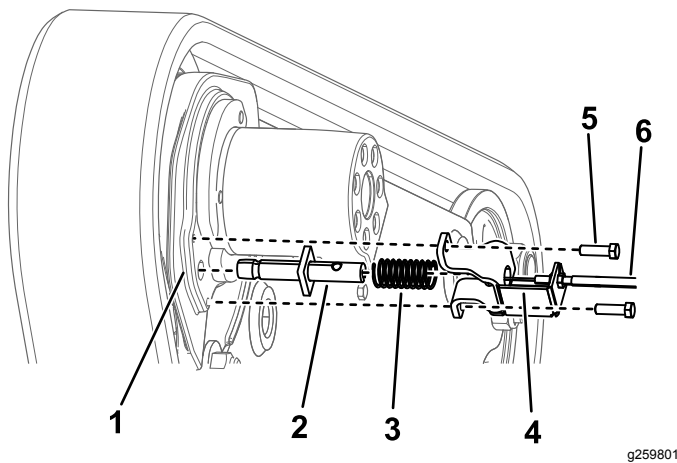

Bild 8
- A. Entfernen Sie die beiden Schrauben, mit denen die Bremsenbefestigung am Kettenmotorgehäuse befestigt ist (Bild 8) und bewahren Sie diese auf.
- B. Lösen Sie die Muttern, mit denen der Bremszug an der Bremsenbefestigung befestigt ist (Bild 8). Entfernen Sie die Bremszüge.
- C. Entfernen Sie die Druckfedern und bewahren Sie diese auf (Bild 8).